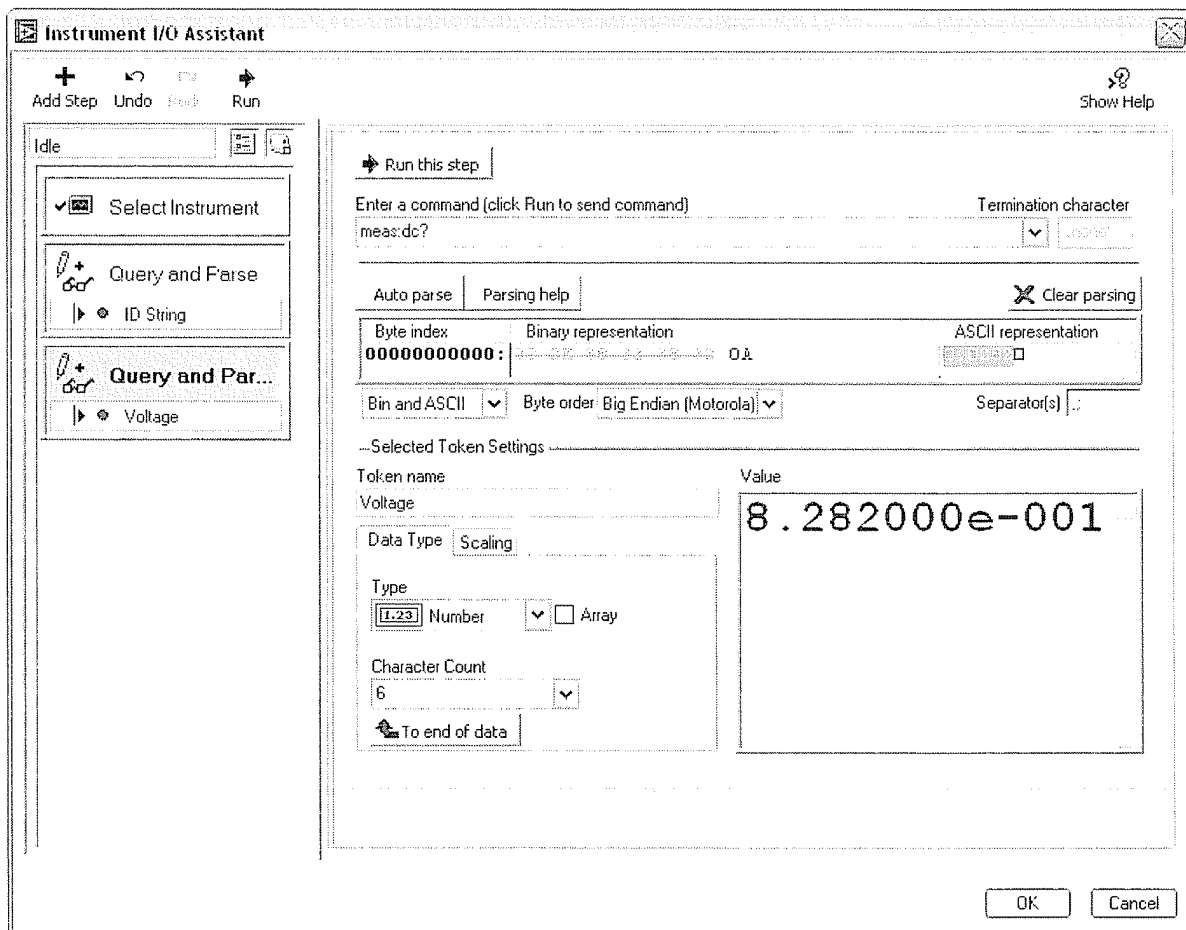

Figura 9-17. Configuración GPIB del Instrument I/O Assistant
- Cambie el nombre a Token escribiendo Voltage en el cuadro de texto **Token name**. La ventana de configuración debe ser similar a la de la figura 9-17.